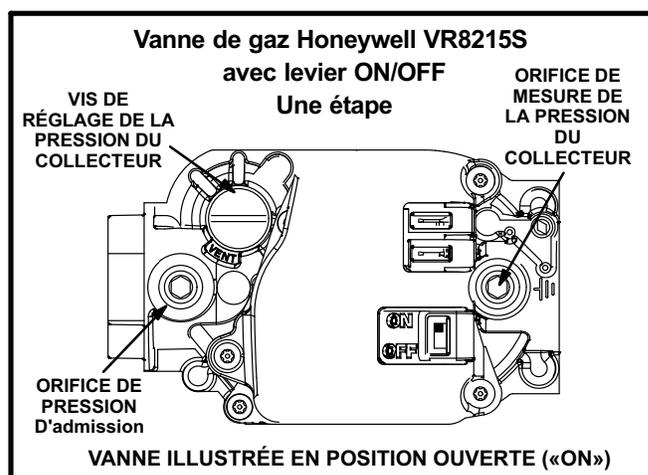

FIGURE 1
Fonctionnement de la vanne de gaz (Voir les figures 1, 2, 3 et 4)
- 5- Mettre le levier de la vanne de gaz sur «OFF». Voir Figure 1, 2 ou 3.
- 6- Attendre cinq (5) minutes pour s'assurer que tout le gaz a eu le temps de se dissiper. En cas d'odeur de gaz, ARRÊTER ! Aller immédiatement chez un voisin pour téléphoner au fournisseur du gaz et suivre leurs instructions. S'il n'y a pas d'odeur de gaz, passer au point suivant.
- 7- Mettre le levier de la vanne de gaz sur «ON». Voir Figure 1, 2 ou 3.
Les valeurs de la pression du collecteur sont données au Tableau 2. Voir les figures 1 et 4 pour l'emplacement des orifices de pression.